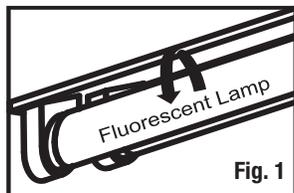
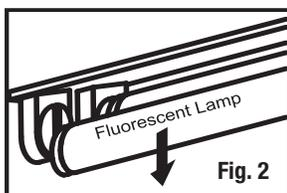

Fig. 1
Fig. 2
- Remove existing fluorescent lamps from the luminaire (Fig. 1, Fig. 2).
- Retirez les lampes fluorescentes existantes du luminaire (Fig. 1, Fig. 2).